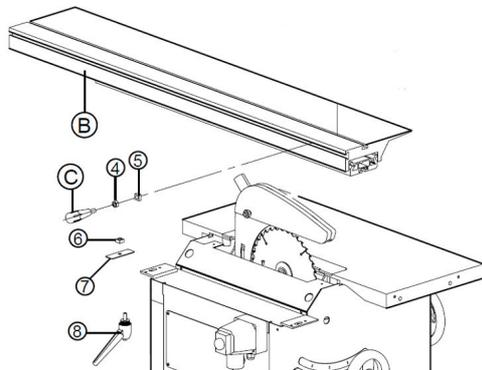

Abb. 13: Schiebeschlittenträger montieren
Schritt 1: Montieren Sie den Schiebeschlittenträger laut Abbildung 13.